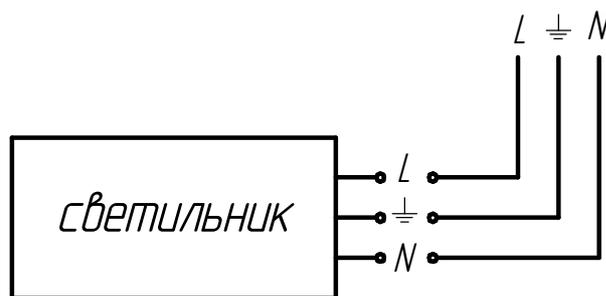

Рисунок 3 - Схема подключения светильника к сети
7.5 Подключите светильник к электрической сети согласно схеме рис. 3